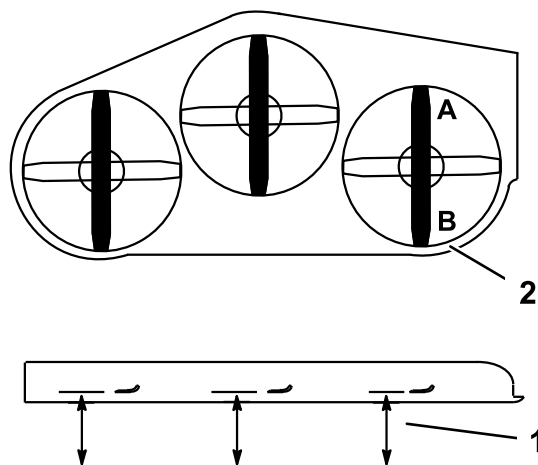

Figure 94
- Tournez la lame **droite** dans le sens longitudinal (Figure 94).
- Mesurez la distance au point **A** entre la surface plane et le tranchant de la pointe de la lame droite (Figure 94).
- Mesurez la distance au point **B** entre la surface plane et le tranchant de la pointe de la lame droite (Figure 94).
- La lame doit être plus basse de 6 à 10 mm ($\frac{1}{4}$ à $\frac{3}{8}$ po) au point **A** qu'au point **B** (Figure 94). Si ce n'est pas le cas, passez aux opérations suivantes.